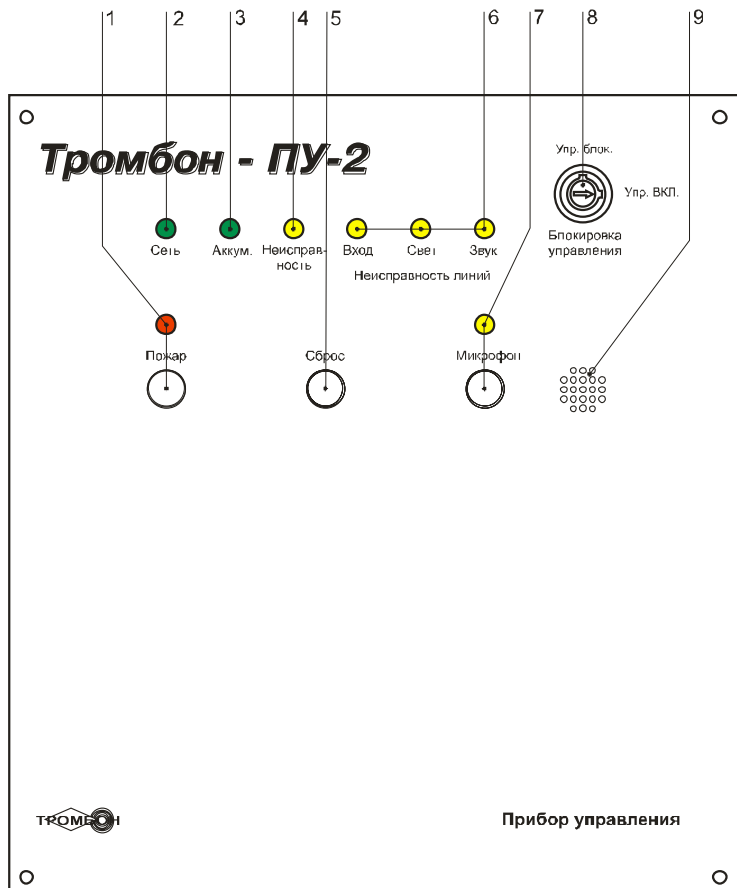

Рис. 1. Внешний вид прибора Тромбон – ПУ-2.
Вход в режим «Звуковое вещание» выполняется нажатием кнопки «Микрофон» (рис. 1, поз. 7) на передней панели Прибора, при этом зажигается индикатор «Микрофон».
Если линия звукового оповещения неисправна (горит индикатор неисправность линии звук (рис. 1, поз. 6)), то режим звукового вещания не включается.
Выход из режима звукового вещания выполняется нажатием кнопки «Сброс» (рис. 1, поз. 5) или автоматически, при переходе Прибора в режим «Оповещения».
- 3). Нажатием на кнопку «Пожар» (рис. 1, поз. 1) оператором.
- 1). Зажигает индикатор «Пожар» («Тревога») на передней панели (рис. 1, поз. 1);
- 2). В случае необходимости дать дополнительные голосовые инструкции - нажать кнопку «Микрофон» (рис. 1, поз. 7, при этом загорается индикатор «Микрофон») и продиктовать сообщение через встроенный микрофон. При повторном нажатии кнопки «Микрофон» в режиме «Оповещения», Прибор возвращается к транслированию записанного сообщения.
Выход из режима «Оповещения» выполняется оператором, нажатием на кнопку «Сброс» (рис. 1., поз. 5).
- Сопротивление линии связи, отличное от указанных значений, воспринимаются Прибором как авария линии связи с ППКП. На передней панели Прибора загорается индикатор «Аварии линии «Вход»» (Рис. 1, 2, поз. 6) .